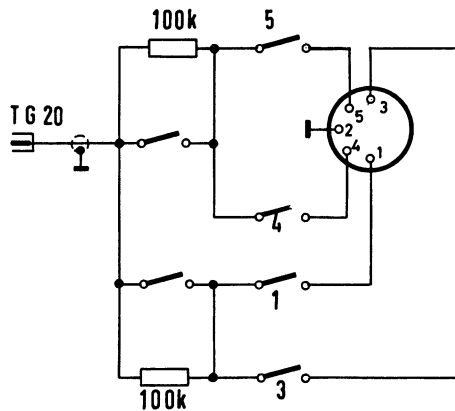

Bild 3
10. Umschaltbare Anschlußleitung für die Prüfung der verschiedenen Eingänge (siehe Bild 3).